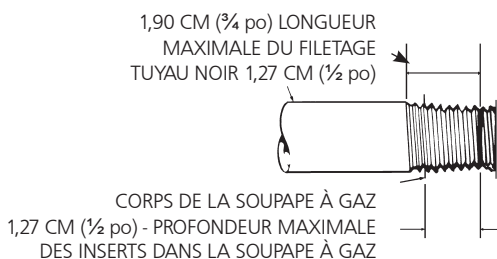

Figure 2. Exigences de connexion de la soupape à gaz
Respectez les distances comme l'indique la figure 2 ou la plaque signalétique du système.
- Les filets mâles sur la conduite qui doit être installée dans la soupape de gaz doivent répondre aux exigences de la figure 2. Des filets plus longs que ceux apparaissant dans la figure peuvent provoquer une distorsion ou une défaillance de la soupape à gaz.